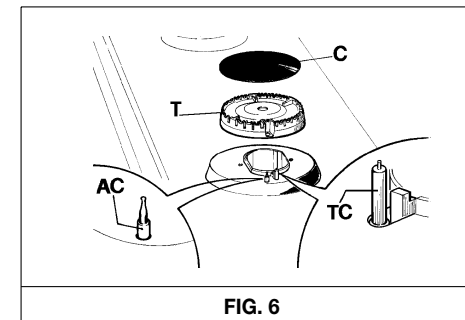

FIG. 6
Se si vuole mantenere la superficie del piano lucente, è molto importante lavarla dopo ogni utilizzo con acqua saponata tiepida, risciacquarla ed asciugarla. Allo stesso modo devono essere lavati le griglie smaltate, i coperchietti smaltati "C" e le teste bruciatori "T" (vedi fig. 6).
- **Verificare che le fessurazioni delle teste bruciatori "T" (fig. 6) non siano otturate da corpi estranei.**
- **Assicurarsi che il coperchietto smaltato "C" (fig. 6) sia posizionato correttamente sulla testa bruciatore. Questa condizione può ritenersi soddisfatta quando il coperchietto posizionato sulla testa risulti perfettamente stabile.**